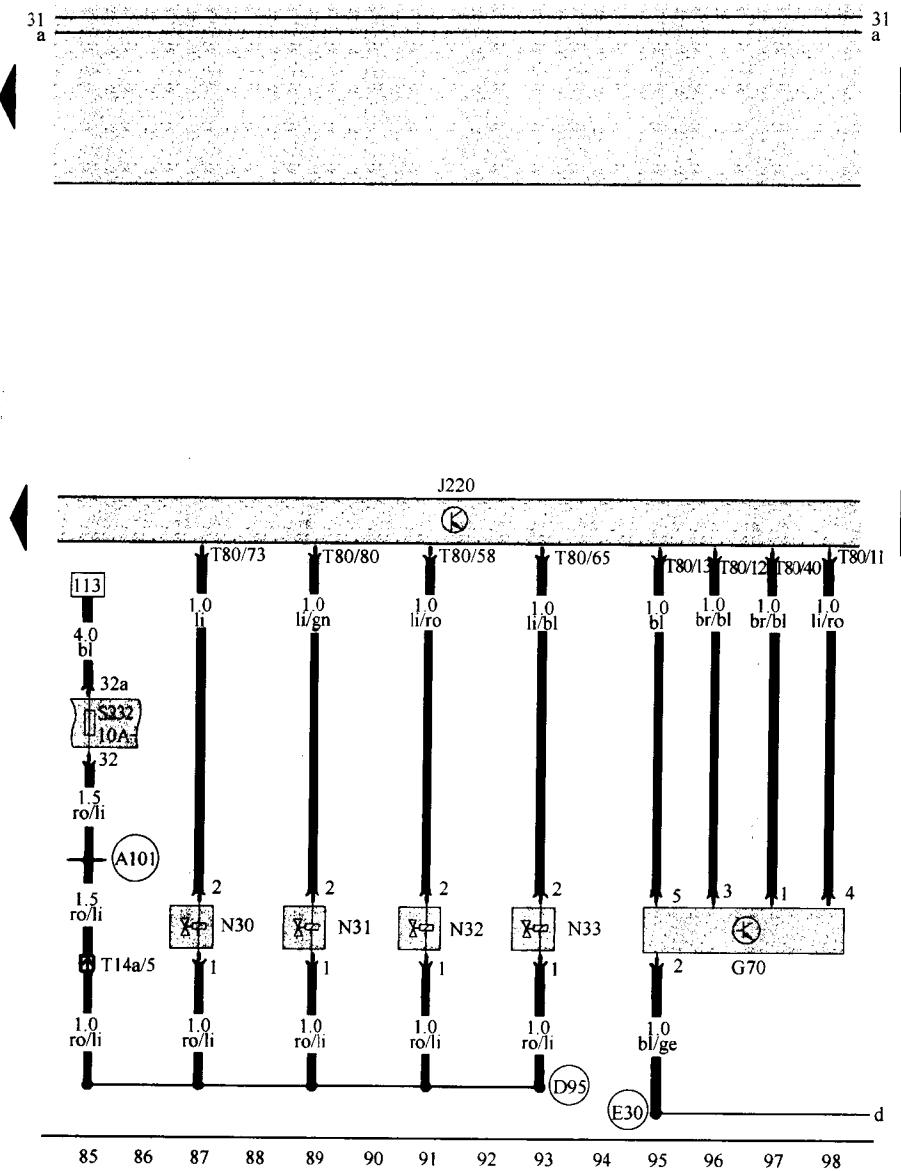

图 1-4 喷油器与空气流量计电路图
⑥08-搭铁点,在流水槽中部；
⑪A121-连接(high-bus),在仪表板线束内；
⑫A122-连接(low-bus),在仪表板线束内；
(4) 多点喷射控制单元, 喷油器, 空气流量计(如图 1-4 所示)